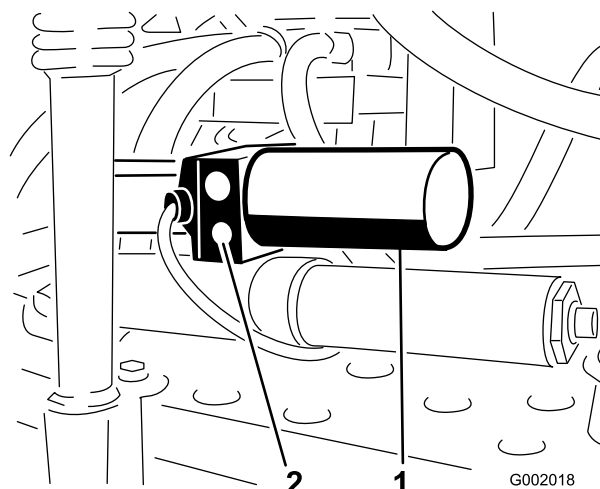

Рисунок 71
1. Найдите ручной предохранительный клапан на приводе каждой из стрел. Ручной предохранительный клапан по размеру меньше других клапанов и располагается только с одной стороны корпуса привода (Рисунок 71).